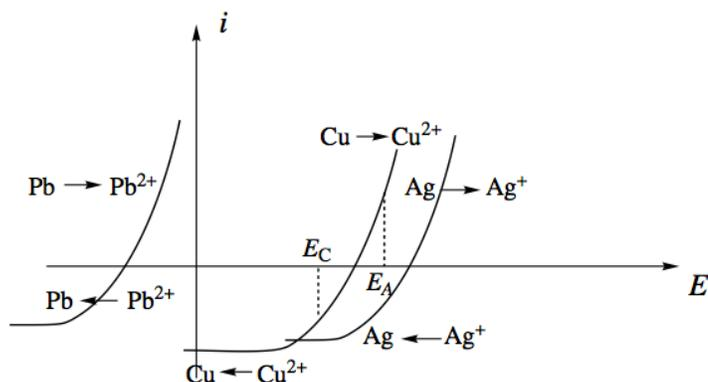

Figure 2 : Courbes intensité-potential des couples plomb, cuivre et argent
3. Le raffinage électrolytique du cuivre consiste à placer du cuivre impur comme anode dans une solution concentrée de sulfate de cuivre. Une électrode support (en acier inoxydable) est placée en vis-à-vis pour y déposer le cuivre par réduction cathodique. Les seules impuretés qui seront considérées ici sont le plomb Pb et l'argent Ag. Les courbes intensité-potential relatives aux différents couples en présence sont représentées figure 2. E_A désigne le potentiel auquel est portée l'anode, et E_C celui de la cathode.